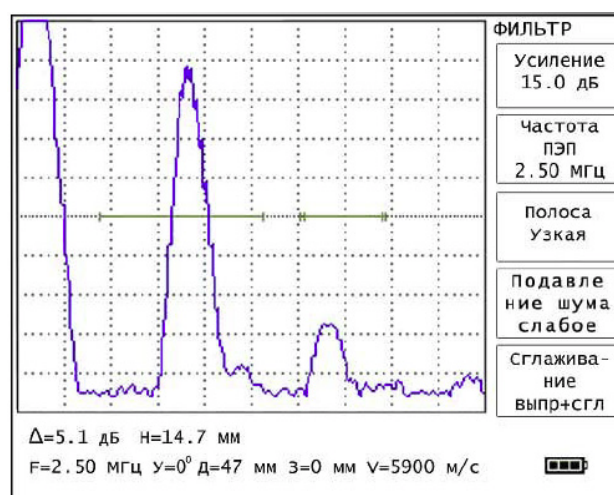

Рис. 5.22.
5.5.15. Меню «**ФИЛЬТР**» содержит следующие параметры (рис. 5.22).